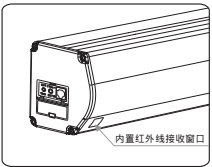

图 25
- 1、当内置红外线接收窗口没有被任何物体遮挡时, 您可以使用内置红外线遥控控制银幕的上升、停止、下降 (如图25)